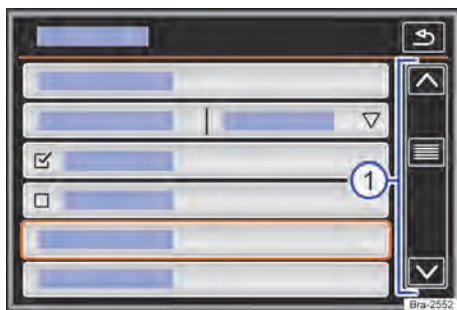

Fig. 113 Representação esquemática: entradas de lista, menu de configurações.
Se em uma exibição de lista houver mais registros selecionáveis do que podem ser visualizados, são mostradas superfícies de função para a rolagem ou uma barra de rolagem à direita na imagem → Fig. 113 ①.
As entradas de lista podem ser acessadas pelo toque direto no display, ou por meio do botão de regulagem → Fig. 113 ①.